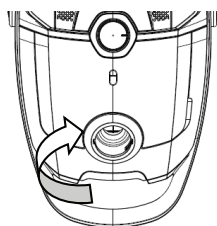

Fig. 9
Rilasciare il fermaglio del coperchio anteriore (2) per aprire il coperchio anteriore (3) (Fig. 9).